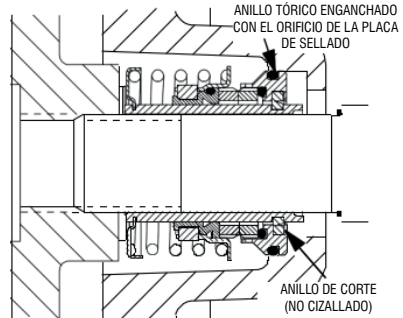

Figura 5. Sello parcialmente instalado
Limpie e inspeccione el impulsor como se describe en Instalación y ajuste del impulsor. Instale el juego completo de cuñas del impulsor (39) suministrado con la junta y atornille el impulsor en el eje hasta que quede asentado contra la junta (ver Figura 5).